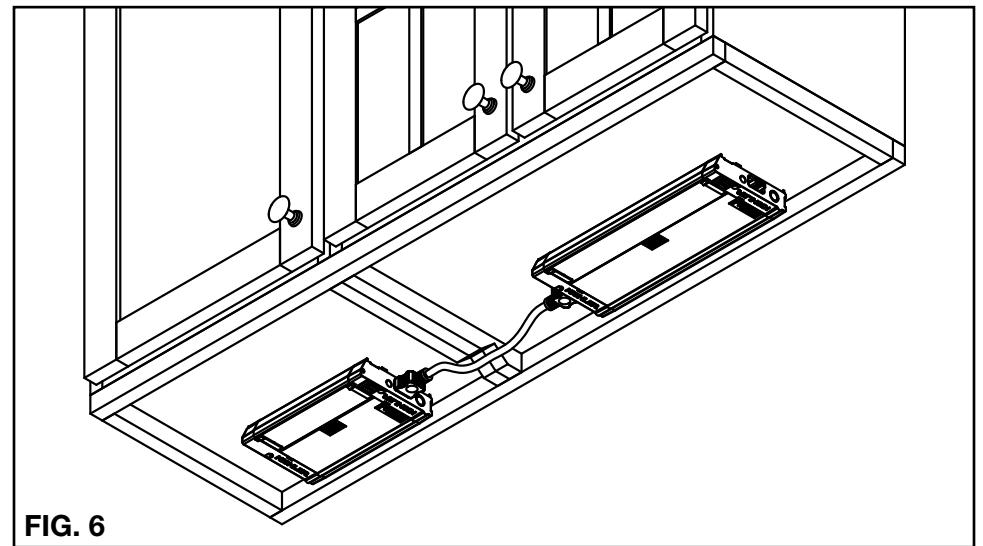

FIG. 6
- Maintenir le luminaire à l'emplacement de montage souhaité, pas plus de 21 po du luminaire interconnecté le plus proche, permettant un intervalle d'environ 2 ½ po pour les câbles d'interconnexion. Serrer les vis de montage dans la surface de l'armoire jusqu'à ce que le luminaire soit sécurisé. Si les vis sont difficiles à installer, marquer des repères pour les trous et percer des trous pilotes de 1/16 po maximum (voir FIG. 6). **REMARQUE:** Pour les luminaires de 22 et 30 po, ouvrir le compartiment de câblage en insérant un tournevis à tête plate dans les fentes et dégager le couvercle pour installer la vis centrale. Une fois installée, faire pivoter le couvercle vers le luminaire et le fermer en appuyant sur les extrémités du couvercle jusqu'à ce qu'il s'enclenche en place et soit aligné avec le luminaire.